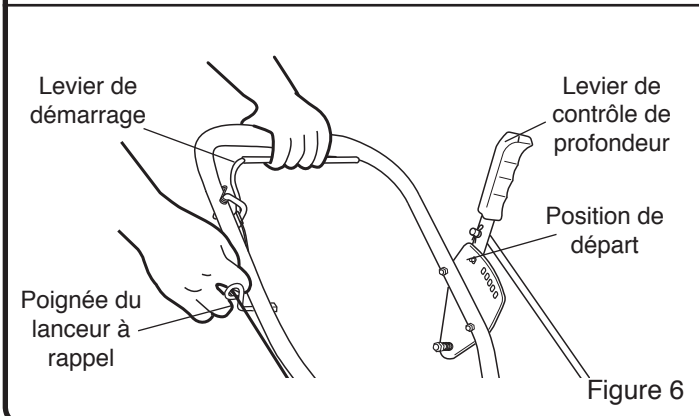

Figure 6
2. Placez le levier de contrôle de profondeur en position de départ. (Voir Figure 6)
4. De la main gauche, empoignez fermement le guidon du coupe-bordure, en appuyant le levier de démarrage contre le guidon. (Voir Figure 6)
5. Saisissez fermement la poignée du lanceur à rappel de la main droite. (Voir Figure 6)
Relâchez le levier de démarrage (Consulter Figure 6). Ceci provoquera un arrêt du moteur, à travers le câble de mise à la terre.